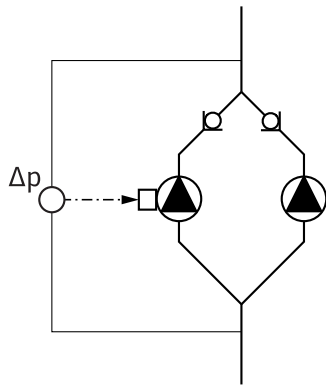

Fig. 18: Exemplo, conexão do sensor da pressão diferencial
- No exemplo da Fig. 18, a bomba Master é a da esquerda vista no sentido de circulação dos fluidos. Ligar o sensor da pressão diferencial a esta bomba.
- Os pontos de medição do sensor da pressão diferencial da bomba Master devem encontrar-se no respectivo tubo colectador do lado de aspiração e da pressão do sistema de bomba dupla (Fig. 18).